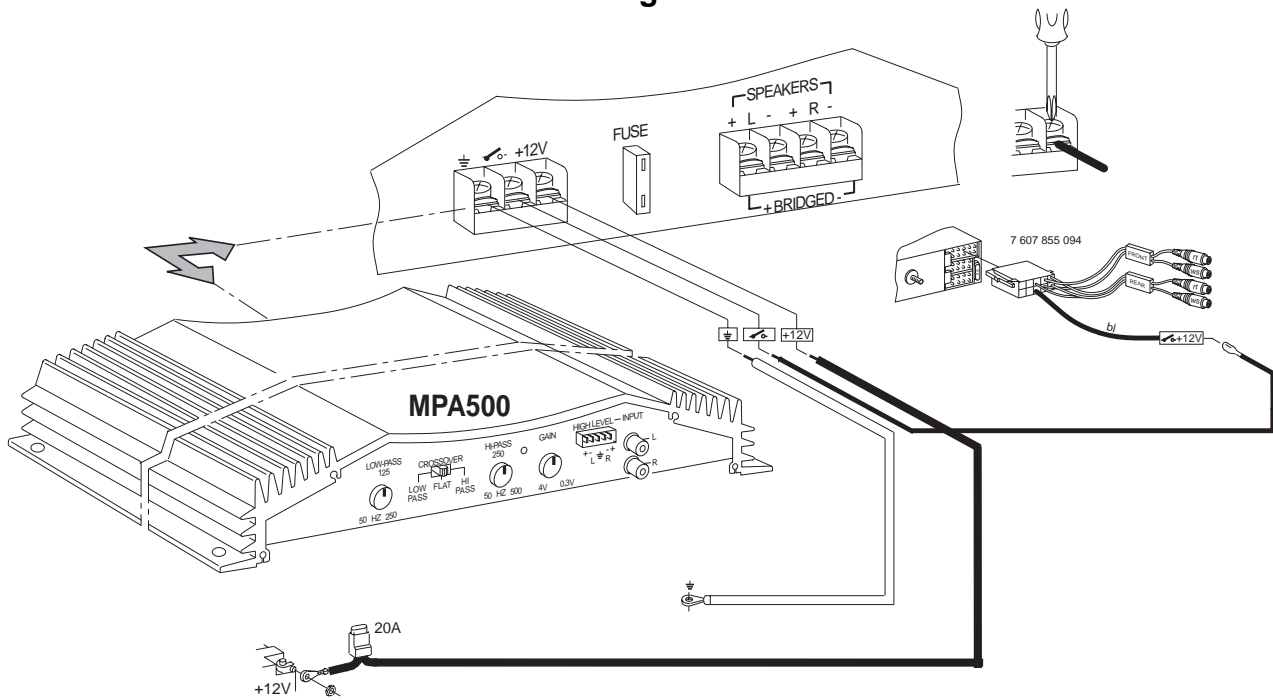

Fig. 2
Conexión de alimentación de tensión fig. 2
- Ligação do abastecimento de tensão Fig. 2